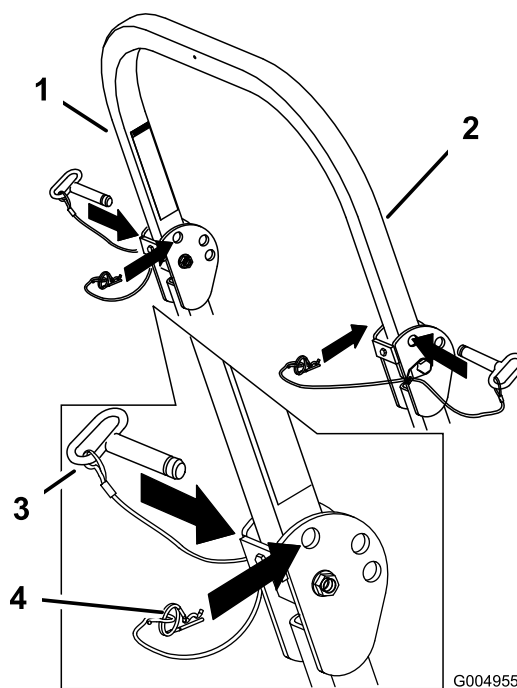

Figura 10
1. Retire las chavetas y retire los dos pasadores (Figura 10).
3. Instale los dos pasadores y sujételos con las chavetas (Figura 10).
2. Eleve la barra anti-vuelco a la posición vertical, instale los dos pasadores y sujételos con las chavetas (Figura 10).